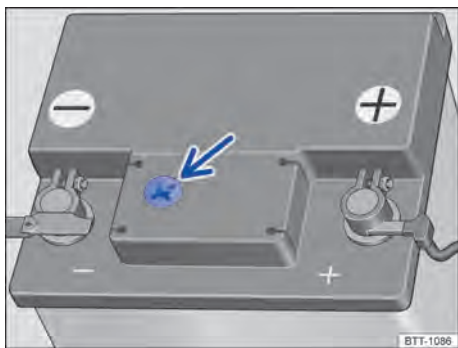

Fig. 177 En el compartimento del motor: ejemplo de posición del visor en el lado superior de la batería del vehículo.
- El visor redondo → fig. 177 en la parte superior de la batería del vehículo cambia de color dependiendo del nivel del electrolito.